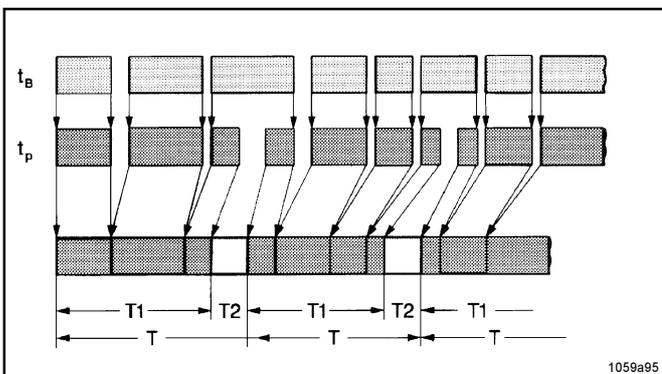

Fig. 5: Diagramme des temps
- La plaque de circuits imprimés commande le déclenchement automatique du temps de travail et du temps de pause de la pompe de graissage centralisé 203 en fonction des heures de marche ou de service t_B (Fig. 5) du véhicule ou de la machine.
- Un cycle de graissage comprend un temps de pause et un temps de travail. Après expiration du temps de pause, le temps de travail démarre. Ce cycle se répète constamment après que le véhicule ait été mis en marche ou la machine mise en service. Voir Fig. 5.